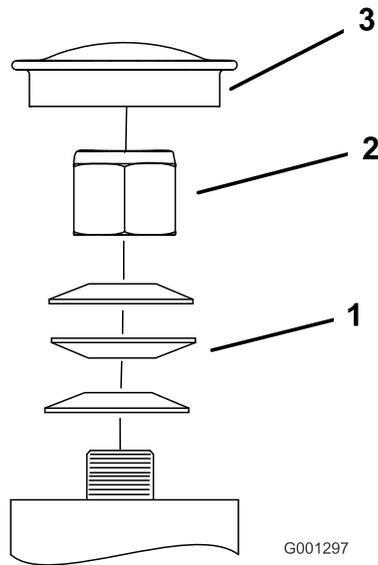

Figura 59
3. Retire o tampão antipoeira da roda e aperte a porca de bloqueio (Figura 59).
4. Aperte a porca de bloqueio até que as anilhas de mola estejam planas e, em seguida, recue 1/4 de volta para aplicar devidamente a pré-carga nos rolamentos (Figura 59).
Importante: Certifique-se de que as anilhas de mola estão correctamente montadas como ilustrado na Figura 59.
5. Instale o tampão antipoeira (Figura 59).